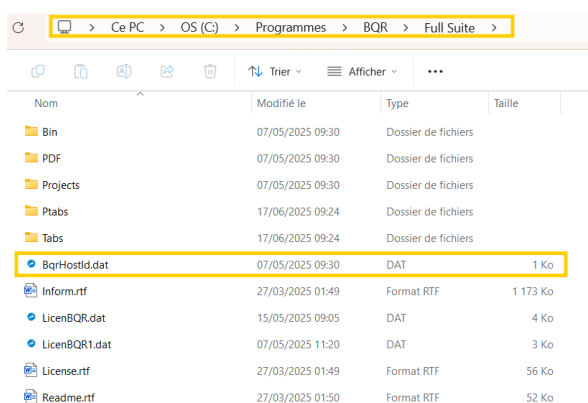

Figure 56. Chemin d'accès pour trouver le fichier **BQRHostId.dat**
- ✓ Recherchez ce fichier BQRHostId.dat dans **Ce PC » OS (C :) » Programmes » BQR » Full Suite** (Figure 56).